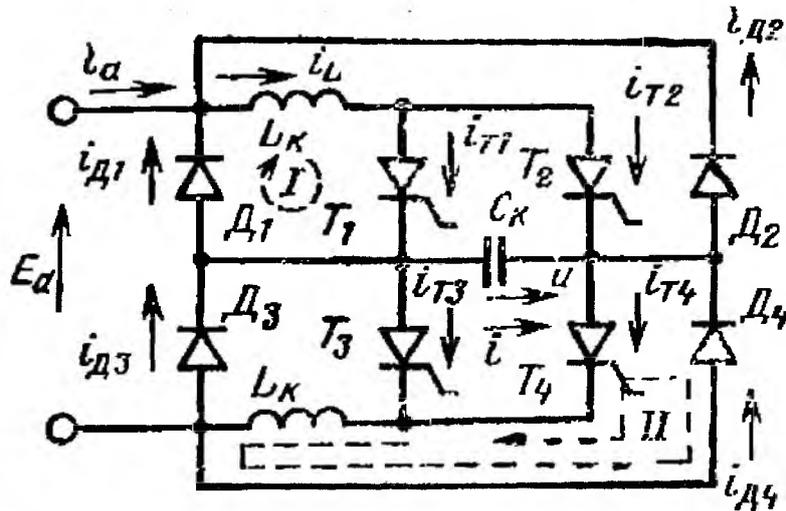

Рис. 18. Схема ненагруженного однофазного мостового инвертора
22. Построить кривые напряжения  $u$  и тока  $i_L$  ненагруженного однофазного мостового инвертора (рис. 18), если  $E_d = 10$  В,  $f = 100$  Гц,  $L_K = 1$  мГн,  $C_K = 0,1$  мкФ. Вентили идеальные.